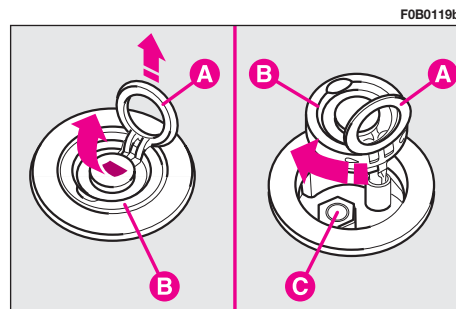

fig. 4
8) abra el maletero y con la argolla **A**-fig. 4, levante y gire el tapón **B** para acceder al tornillo **C** que bloquea la rueda de repuesto;